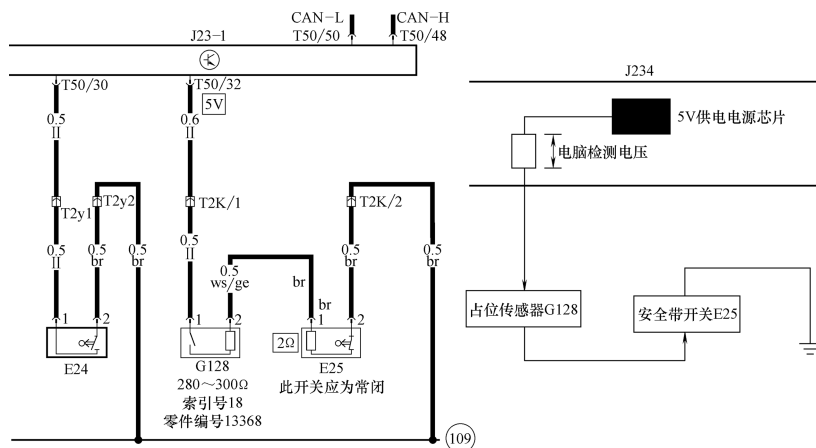

图 4-129 速腾气囊电路图
2) 电路图分析。根据图 4-129 所示电路图,电脑供 5V 电→占位传感器 G128→副驾驶人侧安全带开关 E25→接地。当无乘客时,整个回路是闭合的, G128 和 E25 产生电压降,电脑通过 T75/57 的电位变化进行监测(实际上电脑通过电脑内部分压电阻器的电压变化进行监测);当有乘客未系上安全带时(E25 闭合), G128 电阻发生变化,电压降发生变化,电脑通过 T75/57 的电位变化进行监测,此时乘客未系安全带,则系统发出报警提示音;当有乘客系上安全带时,安全带开关 E25 将断开回路,无电压降,电位约为 5V,电脑通过 T75/57 进行监测。